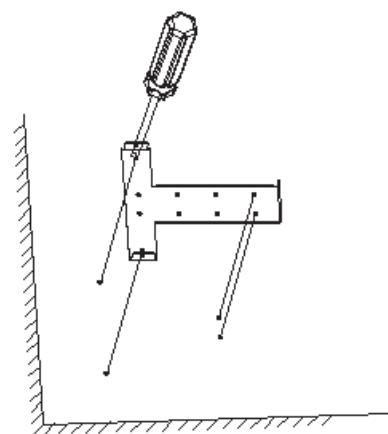

图 3-1
1. 用螺丝刀和 4MM 自攻螺丝将安装板锁紧至墙面贴平，如图 3-1 所示